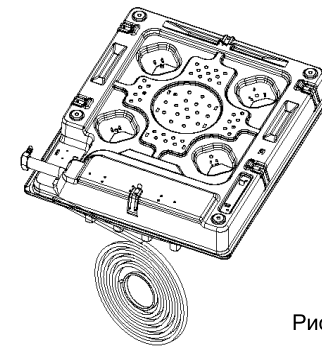

Рис. 5
2) В комплект поставки варочной поверхности входит прокладка (может не входить), клейкая сторона которой защищена лентой. Удалить ленту с прокладки (лента может не входить). Положить панель нижней стороной вверх и приклеить прокладку по периметру панели (Рис. 5).